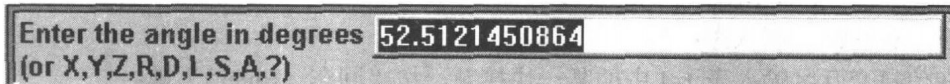

图 1-8
4. 在信息交互区出现直线 L2 和 L1 之间的角度值, 如图 1-8 所示, 按“回车 (Enter)”键: